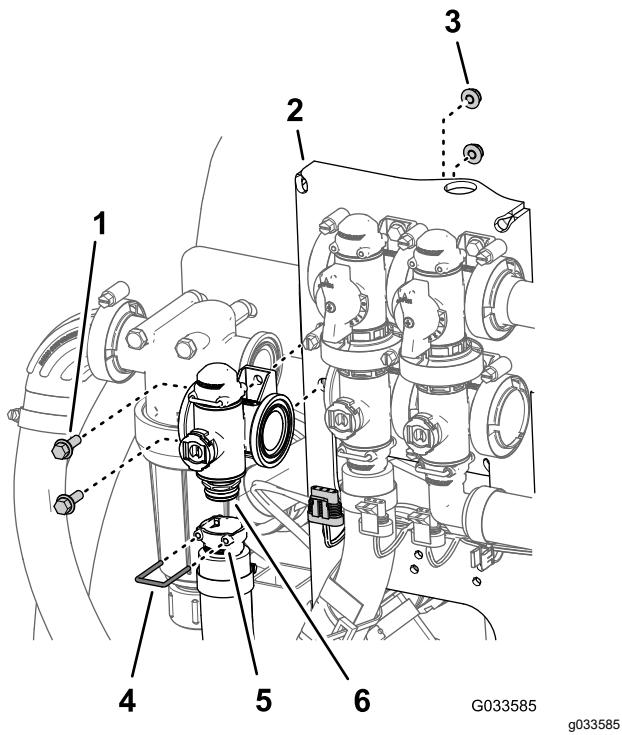

Bild 114
2. Entfernen Sie den Halter, mit dem das Auslaufanschlussstück an der Verteilerkupplung für das Dosierungsregelventil befestigt ist (Bild 114).
3. Entfernen Sie die zwei Bundkopfschrauben ($\frac{1}{4}$ " x $\frac{3}{4}$ ") und zwei Sicherungsbundmuttern ($\frac{1}{4}$ "), mit denen das Dosierungsregelventil an der Ventilbefestigung befestigt ist, und entfernen Sie den Ventilverteiler von der Maschine (Bild 114).